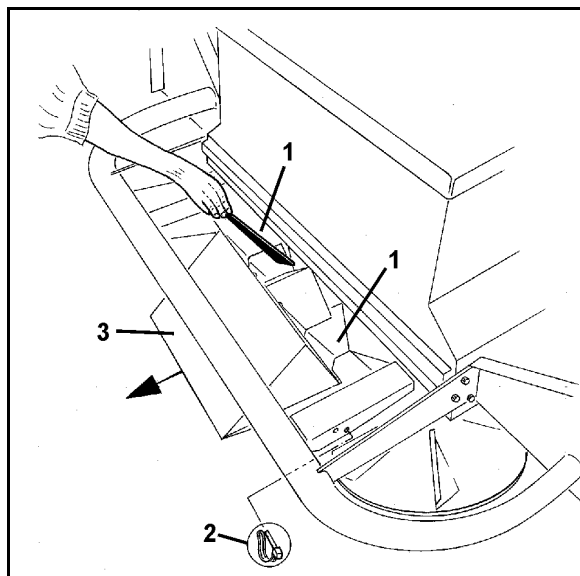

Fig. 96
Materialul de împrăștiere se poate fixa în jgheabul cu pâlnie și poate îngusta deschiderile de ieșire (Fig. 96/1) O formă optimă a împrăștierii se poate obține numai dacă ambele deschideri de ieșire sunt curate. De aceea, deschiderile de ieșire vor fi controlate și, după caz, curățate înainte de fiecare aplicație de lucru a distribuitorului de suprafață mare, după cum urmează.
1. Demontați jgheabul cu pâlnie (Fig. 96/3).
2. Controlați deschiderile de ieșire de la jgheabul cu pâlnie și, după caz, curățați-le (Fig. 96/1).
3. Montați jgheabul cu pâlnie și asigurați cu șplintul de siguranță (Fig. 96/2).